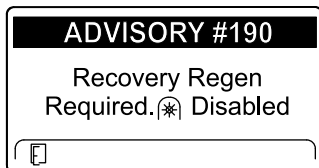

Bild 86
- Recovery regeneration required – power takeoff disabled ADVISORY #190 (Bild 86)